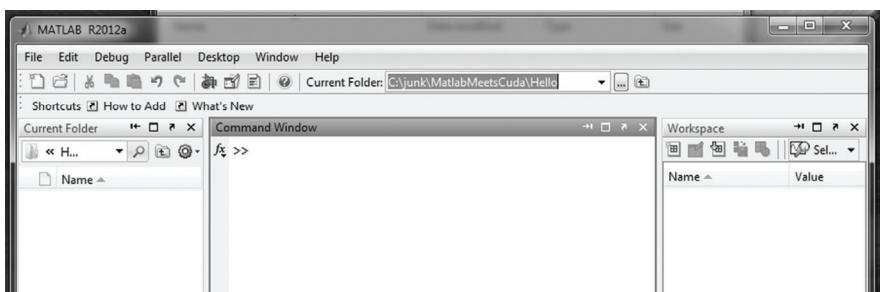

图 2.4 设置工作路径为当前文件夹
**步骤 2** 打开 MATLAB，并在 MATLAB 工具栏中把工作路径设置为当前文件夹，如图 2.4 所示。